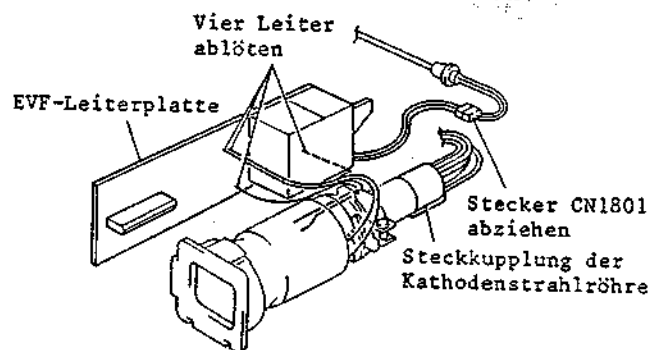

Abb. 2-108 Ausbau der Leiterplatte des elektronischen Suchers (EVF-Leiterplatte)
### 5-3 Ausbaur der Leiterplatte des elektronischen Suchers (EVF-Leiterplatte) (Abb. 2-108)
3. Den Stecker CN1801 abziehen (siehe Abb. 2-108).
4. Vier (4) Leiter von dem Ablenkjoch ablöten.
3. Die Leiterplatte des elektronischen Suchers ausbauen (siehe Abb. 2-108).